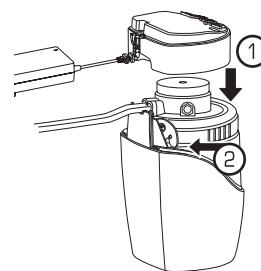

Fig. 47
1. **Vuelva a colocar** el módulo electrónico ①. **Guarde** la herramienta de remoción para uso futuro ② (Fig. 47).